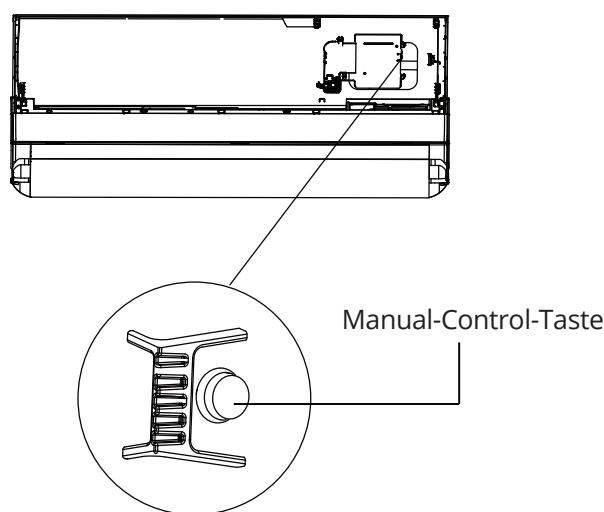

Abb. 8.1
- Drücken Sie die Taste zweimal, um die COOL-Funktion auszuwählen. (siehe unten Abb. 8.1)